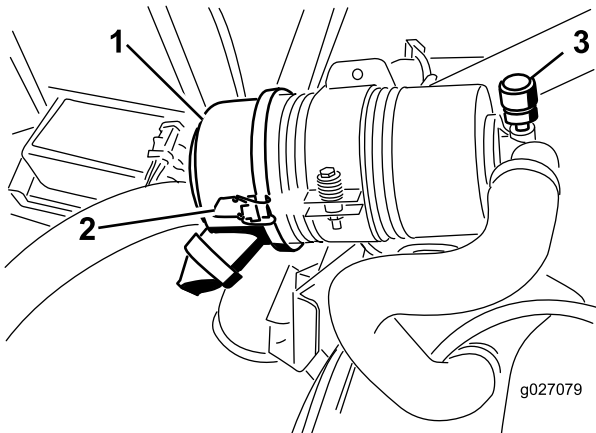

图 49
仅在维护指示器要求时才维护空气滤清器滤芯图 49。如果是在必须更换之前才更换空气滤清器只会增加灰尘在滤清器拆下时进入发动机的几率。
2. 松开将空气滤清器盖固定到空气滤清器壳体上的搭扣图 49。